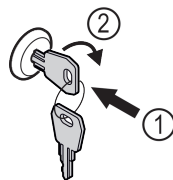

Fig. 153 Voorbeeld
- Sleutel erin duwen Fig. 153 (1).
- Sleutel 90° rechtsom draaien Fig. 153 (2).